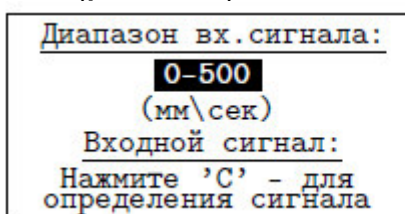

Рисунок 35
3.6.3 "ДИАПАЗОН СИГНАЛА" - установка диапазона входного сигнала (рис. 35).